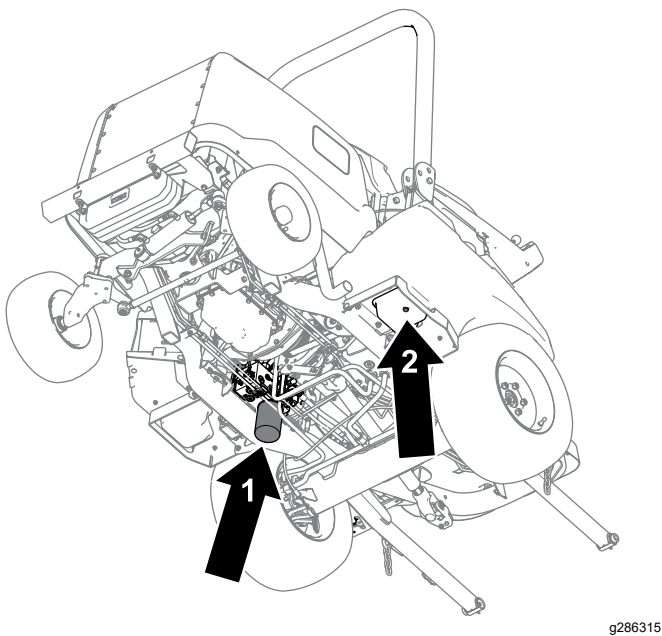

图 85
4. 从油箱底部取出排油塞图 85 让液压油流入放油盘。
6. 将放油盘放到滤芯图 85下方取出滤芯让剩余的油流入放油盘。